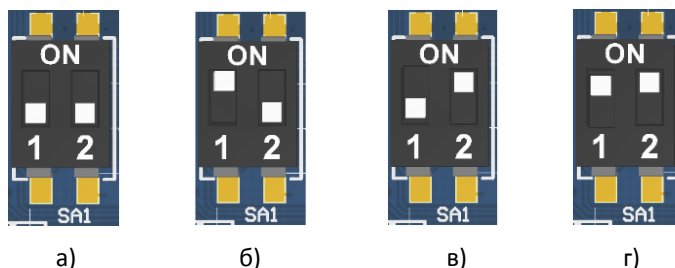

Рисунок 23. Переключатель **SA1**:
- Переставить тумблер **2** переключателя **SA1** в положение **ON** (смотрите рисунок 23 пункт в), включить ККТ. При этом будет воспроизведен характерный звуковой сигнал (короткая мелодия).